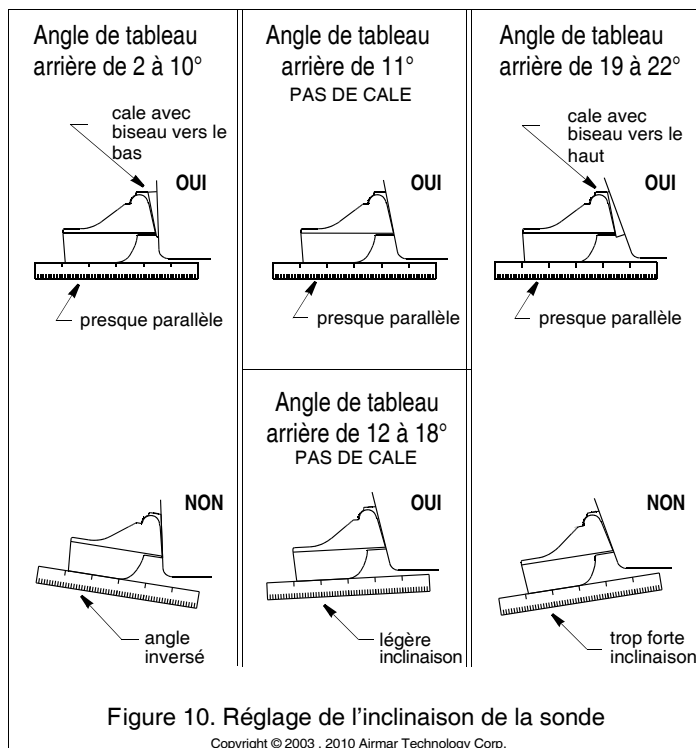

Figure 10. Réglage de l'inclinaison de la sonde
1. À l'aide d'une règle droite, mesurez l'alignement de la face inférieure de la sonde par rapport au dessous de la coque (voir Figure 10). Le bord de fuite de la sonde doit être entre 1 et 3 mm (1/16 à 1/8") en dessous du bord d'attaque ou parallèle au dessous de la coque.
- a. Augmentez l'angle d'immersion de la sonde. Revoyez la section "Compensation de l'angle d'inclinaison du tableau arrière — Cale biseau" et reportez-vous en Figure 10.